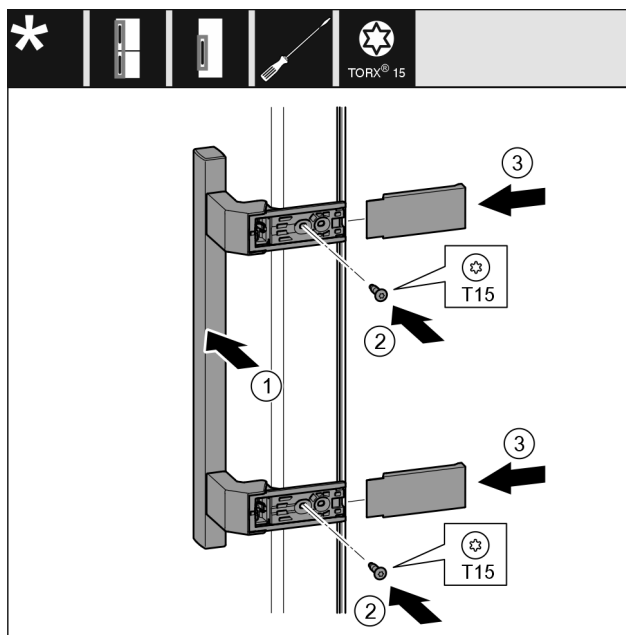

Fig. 9
- Applicare la maniglia sul lato opposto. Fig. 9 (1)
- Avvitare le viti con un cacciavite T15. Fig. 9 (2)
- Applicare le coperture lateralmente e spingerle in sede. Fig. 9 (3)